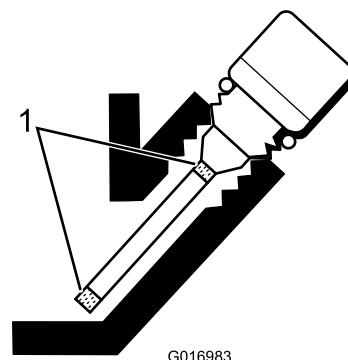

図 23
5. 不足であれば、ゲージの網目模様部分の中間位置になるまで補給する 図 23。入れすぎないこと。